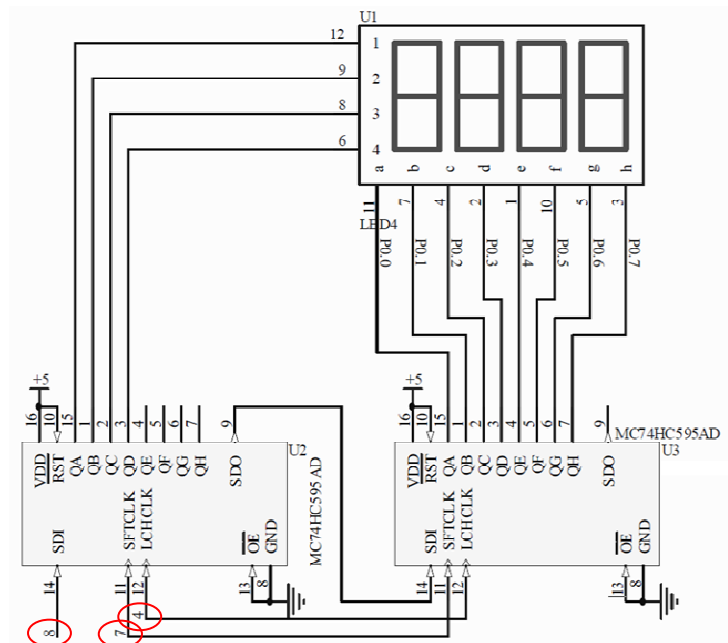

Рисунок 7 – Принципиальная схема подключения индикатора [3]
Из регистров 74HC595 можно делать каскады, подключая один за другим (через вывод *Serial Data Output SQh*), и таким образом из тех же трех управляющих линий получать 16, 24, 32 и т.д. цифровых выходов. Таким образом выполнено подключение сдвиговых регистров в *Arduino UNO Multifunction Shield* (рисунок 7).
3.3 В функции *setup()* сконфигурируйте выводы микроконтроллера, необходимые для управления сдвиговыми регистрами (см. рисунок 7).